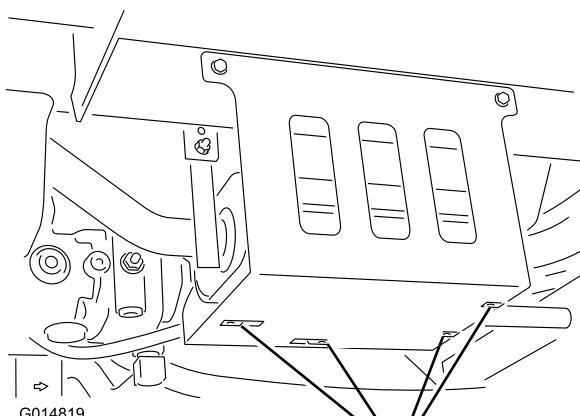

図 1
1. マフラー用防熱シールド U ナット 4 個を取り付ける (図 1)。